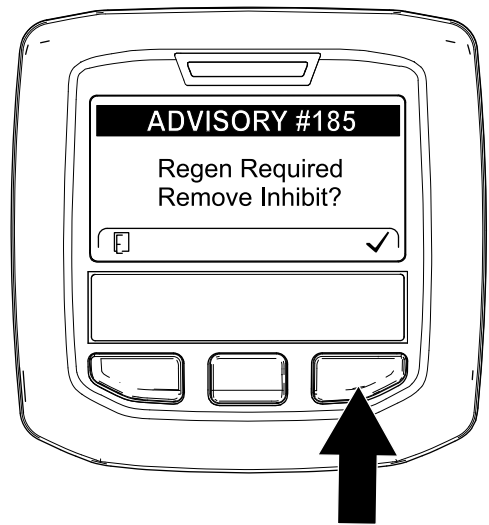

Figura 46
**Nota:** Si INHIBIT REGEN (Inhibir regeneración) está ajustado en ON (Activado), el InfoCenter muestra ADVISORY #185 (Aviso n.º 185) (Figura 46). Pulse el botón 3 para establecer el ajuste de inhibición de regeneración en OFF (Desactivado) y seguir con la regeneración de restablecimiento.